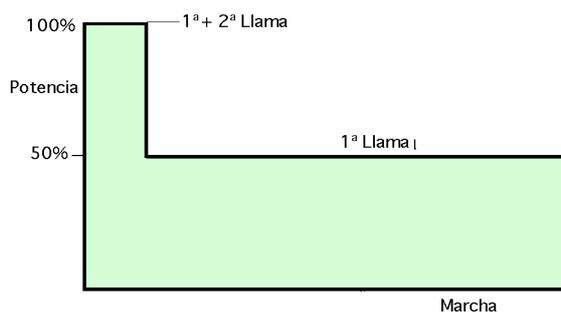

Fig III.21.- Comportamiento teórico del funcionamiento de un quemador de dos etapas, de potencia 50% cada una
b) Colocar un quemador de dos etapas, en donde la boquilla de la 1ª llama y la de la 2ª llama aporten cada una de ellas el 50% de la potencia, haciendo trabajar el quemador con la 1ª llama, Fig III.21